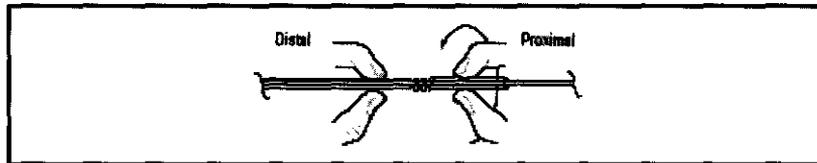

Figura 2. Desbloqueo mediante giro en sentido antihorario
2) Para desbloquear el mecanismo Twist-Lock de la vaina introductora, sujete levemente entre los dedos la vaina introductora a ambos lados del mecanismo Twist-Lock y gire el lado proximal en sentido antihorario (figura 2). De este modo se libera el conjunto de guía introductora/espiral para que se mueva libremente dentro de la vaina introductora.